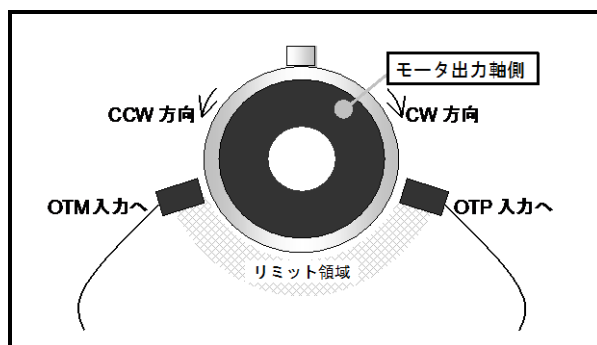

図 7-3：ハードトラベルリミットセンサの取り付け
- リミットセンサは、モータ出力軸側からみて CW 方向のリミットとして OTP を、CCW 方向のリミットとして OTM を設置してください。（「図 7-3：ハードトラベルリミットセンサの取り付け」を参照）